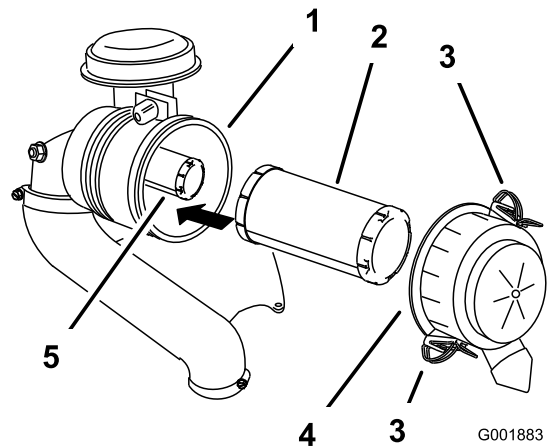

Figure 37
3. Ouvrez les verrous du filtre à air et détachez le couvercle du boîtier du filtre (Figure 37).
5. Sortez le préfiltre du boîtier du filtre avec précaution (Figure 37).
2. Si vous remplacez l'élément de sécurité, glissez-le avec précaution dans le boîtier du filtre (Figure 37).
3. Placez ensuite le préfiltre sur l'élément de sécurité avec le même soin (Figure 37).
4. Reposez le couvercle du filtre à air, le côté portant l'inscription UP en haut, et fermez les dispositifs de verrouillage (Figure 37).